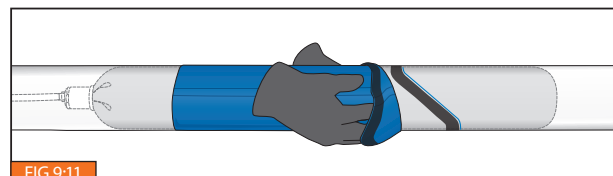

FIG 9:11
- Värm limfogen med varmluftspistolen och pressa samtidigt ihop fogen med ett hårt verktyg utan vassa kanter. Varmluftspistolen ska vara inställd på 60°C för att säkerställa att limmet härdar utan att coatingen förstörs. Pressa limfogen inifrån och ut mot strecket på coatingen. Arbeta metodiskt runt hela fodret med värmning och sammanpressning. Känn efter med fingret runt limfogen så Omaplattan är ordentligt limmad mot coatingen. Om inte så komplettera med lite mer lim och gör om proceduren. **FIG 9:12**